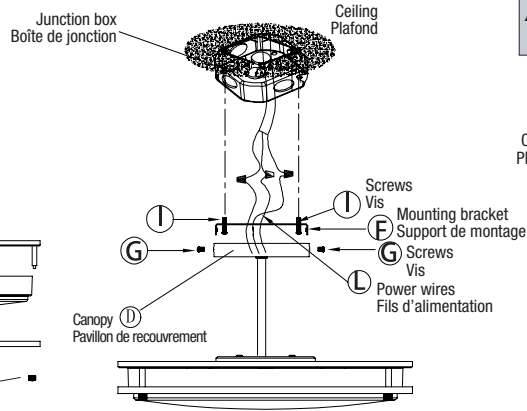

Fig. 7b
7. Use the two screws to fix the mounting bracket F on the junction box, connect wire L, wire N and ground wire of the luminaire to the junction box wires with wire nuts, use screws G to fix the canopy D on bracket F and ceiling box together (Fig. 7b).
11. Utiliser les deux vis I pour fixer le support de montage F sur la boîte de jonction, connecter le fil L, le fil N et le fil de mise à la terre du luminaire aux fils de la boîte de jonction avec les capuchons de connexion, utiliser les vis G pour fixer le pavillon de recouvrement D sur le support F et la boîte de jonction ensemble sur le plafond (Fig. 7b).